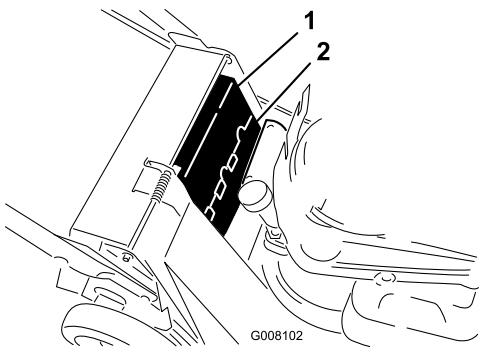

Figure 29
6. Déposez les couvercles de courroie supérieur et inférieur (Figure 29).